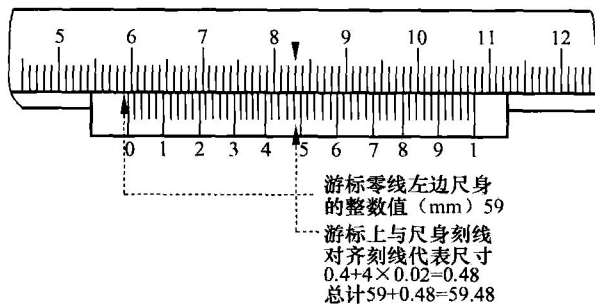

图 1.2-2 游标卡尺读数
(1) 游标卡尺读数方法。游标卡尺是以游标零线为基准进行读数的,其读数步骤为:
- ① 读整数。在尺身上读出位于游标零线左边最接近的整数值;
- ② 读小数。用游标上与尺身刻线对齐的刻线格数,乘以游标卡尺的测量精度值,读出小数部分;
- ③ 求和。将两项读数值相加,即为被测尺寸,如图 1.2-2 所示。